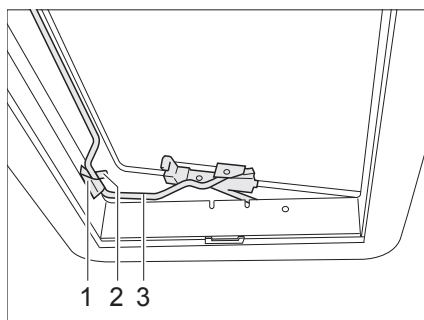

Fig. 51 Claraboya Heki en posición de ventilación 2
- Situar la horquilla (Fig. 51,3) en la sujeción (Fig. 51,1).
- Colocar la palanca (Fig. 51,2) sobre la horquilla.